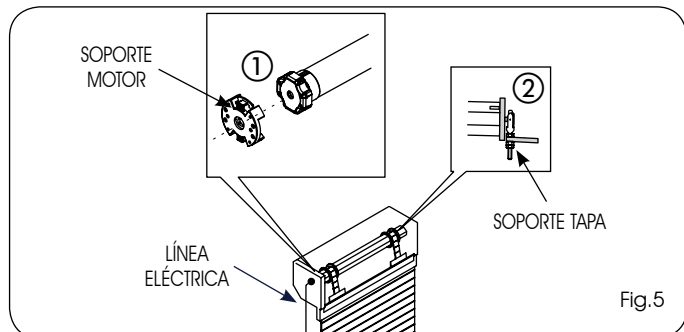

Fig.5
- 5) Introduzca el rodillo motorizado ejerciendo una ligera presión en el soporte del motor (Fig.5 ref.①), y en el soporte de la tapa (Fig.5 ref.②), de forma que los tornillos de regulación de los finales de carrera queden en una posición de fácil acceso.